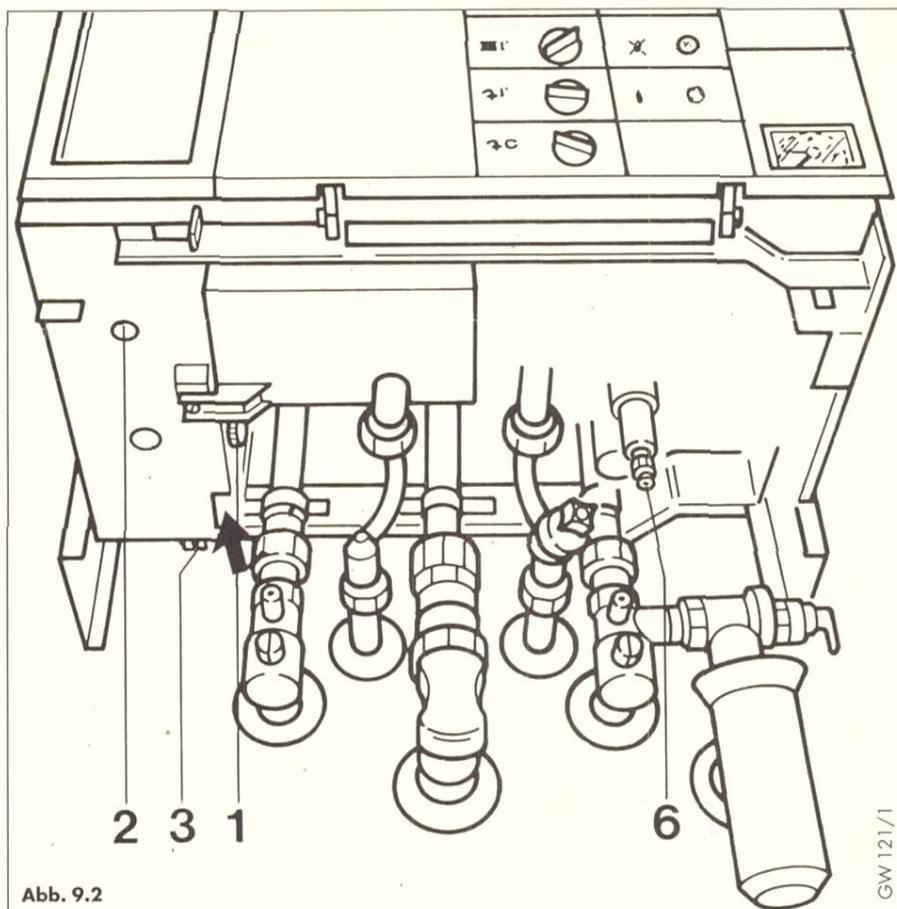
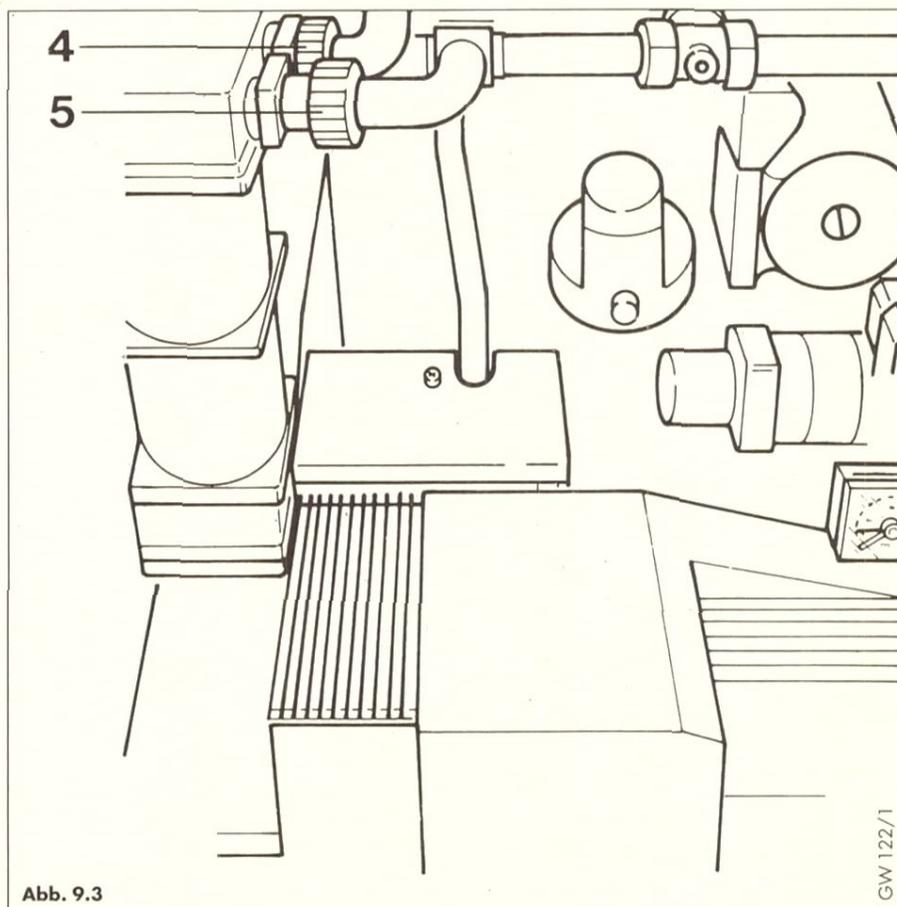

Abb. 9.2
Abb. 9.3
- Entleerungsschraube (3; Abb. 9.2) öffnen.
- Verschraubung (4; Abb. 9.3) öffnen und über den Saughebeeft, ggf. durch seitliches Klopfen auf den Sekundärwärmetauscher den Wasseraustritt an der Verschraubung auslösen.
- Entleerungsschraube (2; Abb. 9.2) öffnen und Restwassermenge ablassen.
- Entleerungsschraube (6; Abb. 9.2) öffnen.
- Entleerungsschraube (1; Abb. 9.2) öffnen.
Die Entleerungsschrauben sind in Abb. 9.2 ersichtlich.
Für den Ausbau des Wärmetauschers die beiden Verschraubungen (4, 5; Abb. 9.3) lösen sowie die Schraube (1; Abb. 9.2) ganz herauschrauben.
Beim Ausbau den Wärmetauscher von hinten aushebeln (Pfeil Abb. 9.2) um die Dichtkraft der rückseitigen Steckanschlüsse von Heizungs- und Warmwasseranschluß zu überwinden.
Legende zu Abb. 9.2 und 9.3